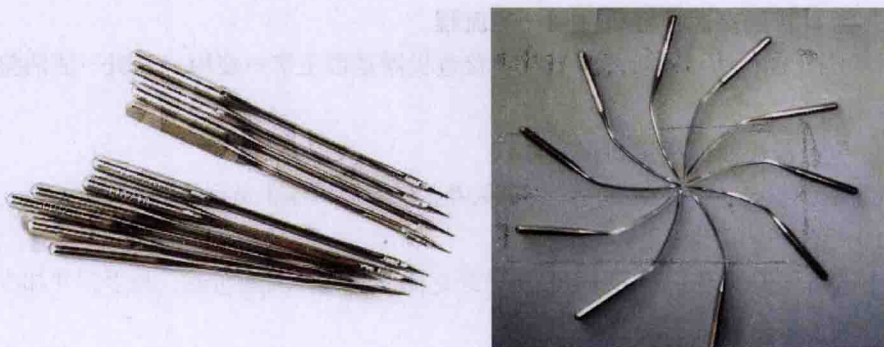

图6 缝纫机机针
(4) 缝纫机的附件包括机针(见图6)、梭芯(缠绕缝纫面线,用于缝纫,见图7)、旋具和油壶(见图8)等。